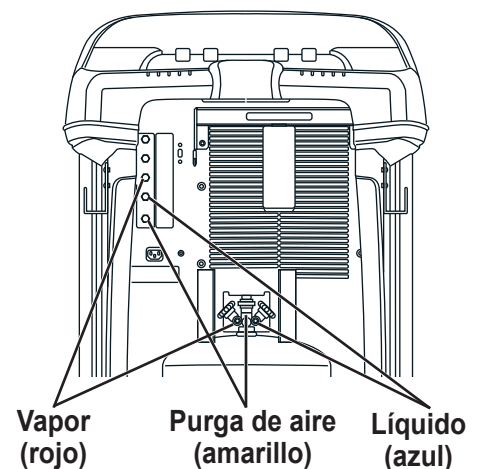

Figura 2
5. Conecte los extremos sin sello rápido de las mangueras a los puertos correspondientes en la unidad. Consulte la Figura 2.